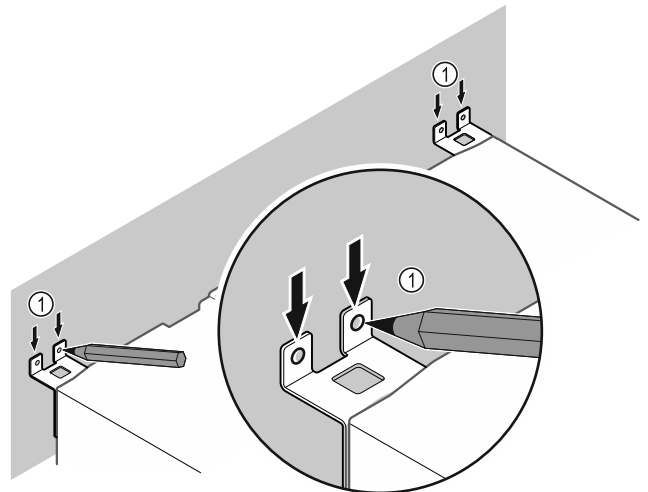

Fig. 53
- ▶ Κάντε σημάδια στον τοίχο Fig. 53 (1).